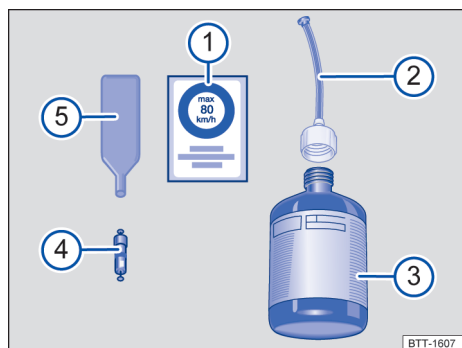

Fig. 194 Representação esquemática: componentes do kit de reparo de furos.
O kit de reparo de furos é composto pelos seguintes elementos → Fig. 194:
O **removedor do elemento** → Fig. 194 5 tem na extremidade inferior uma ranhura para o elemento da válvula. Apenas assim pode ser desrosqueado e voltar a rosquear o elemento da válvula do pneu. Isto também vale para o elemento da válvula 4.
11. Cole o adesivo → Fig. 194 ① do kit de reparo de furos no painel de instrumentos dentro do campo de visão do condutor.
- Desrosqueie o elemento da válvula com o removedor do elemento → Fig. 194 ⑤ e o deposite sobre uma base limpa.
- Agite energicamente o frasco de selante → Fig. 194 ③ diversas vezes.
- Rosqueie fixamente o tubo de enchimento → Fig. 194 ② no frasco de selante no sentido horário. O lacre do bocal do frasco é perfurado automaticamente.
- Retire a tampa do tubo de enchimento → Fig. 194 ② e introduza a extremidade aberta na válvula do pneu por completo.
- Rosqueie novamente o elemento da válvula do pneu com ajuda do removedor do elemento → Fig. 194 ⑤.